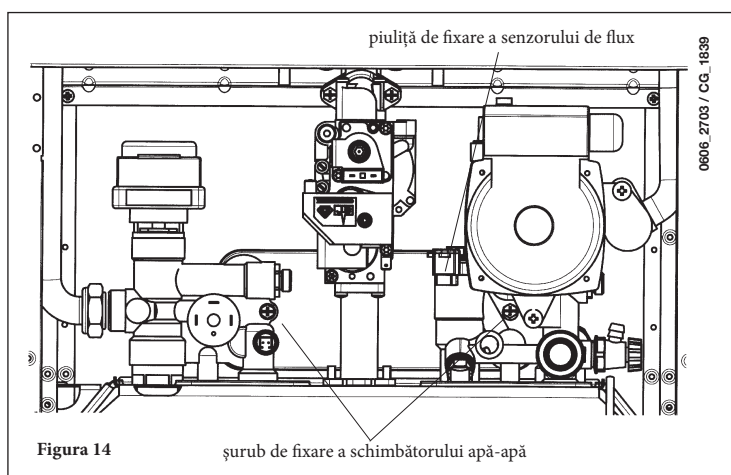

Figura 14
- Desfaceți piulița prezentă pe grupul senzor de flux (figura 14).
- scoateți cele două șuruburi de fixare a schimbătorului apă-apă (vizibile frontal) și extrageți schimbătorul din locașul său (figura 14).